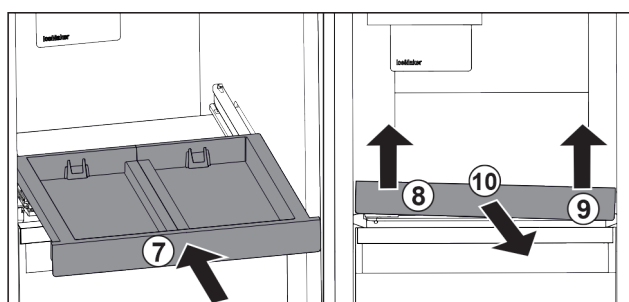

Fig. 27
- Вставьте выдвижную панель. Fig. 27 (7)
- Приподнимите выдвижную панель спереди слева. Fig. 27 (8)
- Приподнимите выдвижную панель спереди справа. Fig. 27 (9)
- Извлеките выдвижную панель движением вперед. Fig. 27 (10)